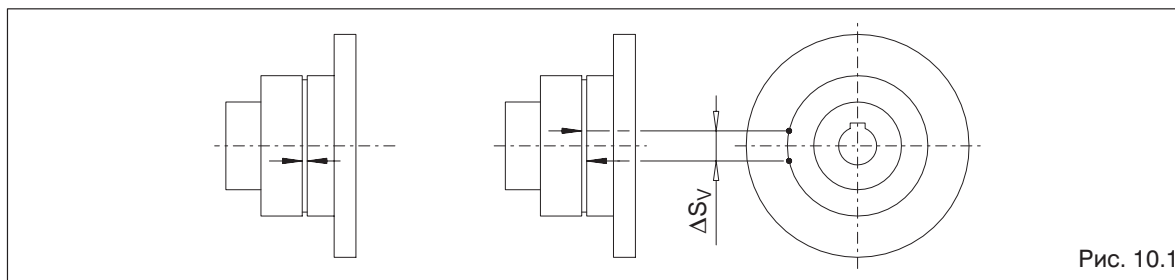

Рис. 10.1
Если для эксплуатации муфты повышенный зазор муфты не будет являться недостатком, то гибкие пакеты (12) могут оставаться в эксплуатации до тех пор, пока не будет достигнут определенный предел износа для их замены. Для оценки износа, в таблице 10,1 приводится разрешенный люфт кручения, перерассчитанный на размер хорды ΔS_V у внешнего диаметра муфты. Для определения размера ΔS_V нужно повернуть муфтовую часть без момента вращения вплоть до упора и нанести на муфтовую часть метку (смотри рис. 10.1). Путем поворачивания муфтовой части в противоположную сторону вплоть до упора метки расходятся. Расстояние между метками является хордовым размером ΔS_V . Если размер ΔS_V превышает приведенное в таблице 10,1 значение, то нужно заменить пакет (12).